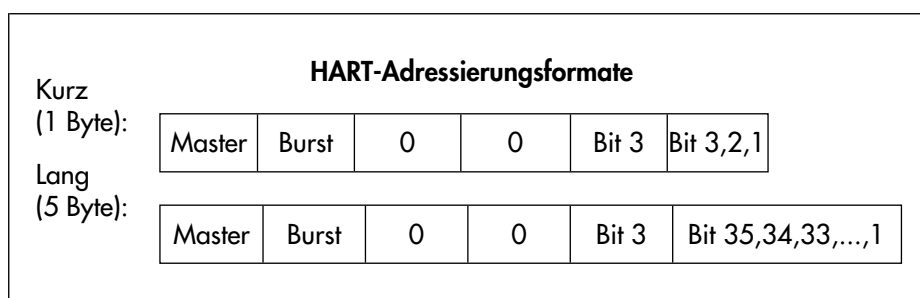

Bild 15: Kurze und lange HART-Adressierung
- ▶ Die Adresse besteht beim kurzen Format aus einem Byte (Bild 15), wobei ein Bit für die Unterscheidung der beiden Master und ein Bit für die Kennzeichnung von Burst-Telegrammen zuständig ist. Die Adressierung der Feldgeräte erfolgt über 4 Bits (Adresse 0 bis 15).